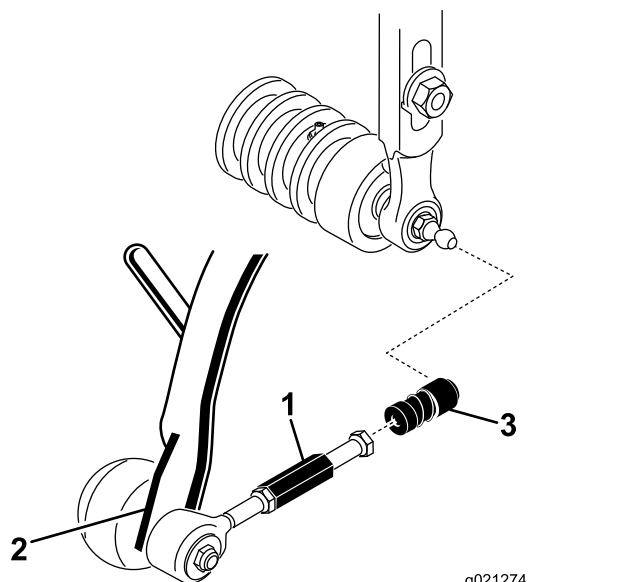

Figura 7
3. Glisai manonul înapoi pe fiecare receptor al articulaiei sferice i agăai receptorul pe tiftul cu articulaie sferică al unităii de tăiere (Figura 7).